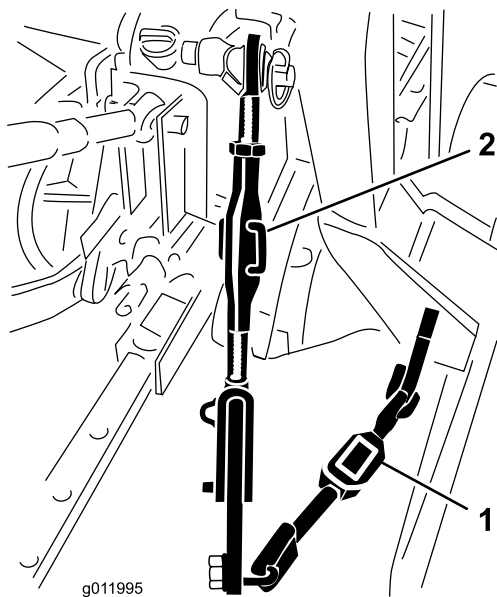

Figura 8
1. Ajuste o interior dos braços de articulação inferiores até ficarem em contacto com as placas de montagem do soprador (Figura 8).
2. Rode a o corpo da articulação ajustável (se disponível) para fazer subir ou descer o braço da articulação inferior, até que o soprador fique nivelado lateralmente (Figura 8).